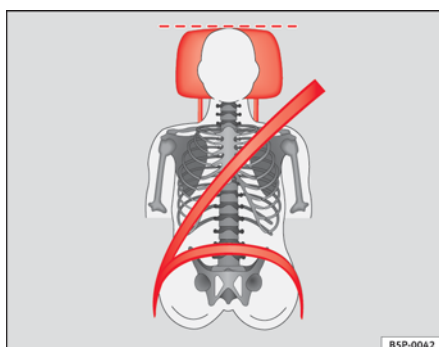
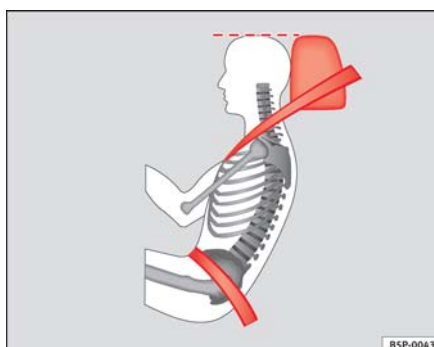

Fig. 83 Visto de frente: apoyacabezas y cinturón ajustados correctamente
Fig. 84 Visto de lado: apoyacabezas y cinturón ajustados correctamente
– Ajuste el apoyacabezas de modo que el borde superior del mismo quede a la misma altura que la parte superior de la cabeza, como mínimo a la altura de los ojos.⇒ **fig. 83** y ⇒ **fig. 84**.